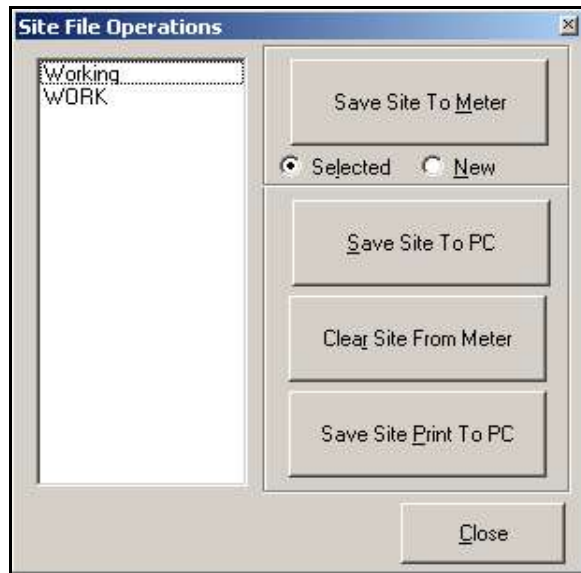

Figure 51: fenêtre Site File Operations (Opérations liées au fichier de site)
3. Cliquez sur le bouton [Site Files] (Fichiers de site). La fenêtre *Site File Operations* (Opérations liées au fichier de site), illustrée *Figure 51*, apparaît.
1. Sélectionnez le site souhaité dans le volet de gauche (voir *Figure 51* à la page 105).